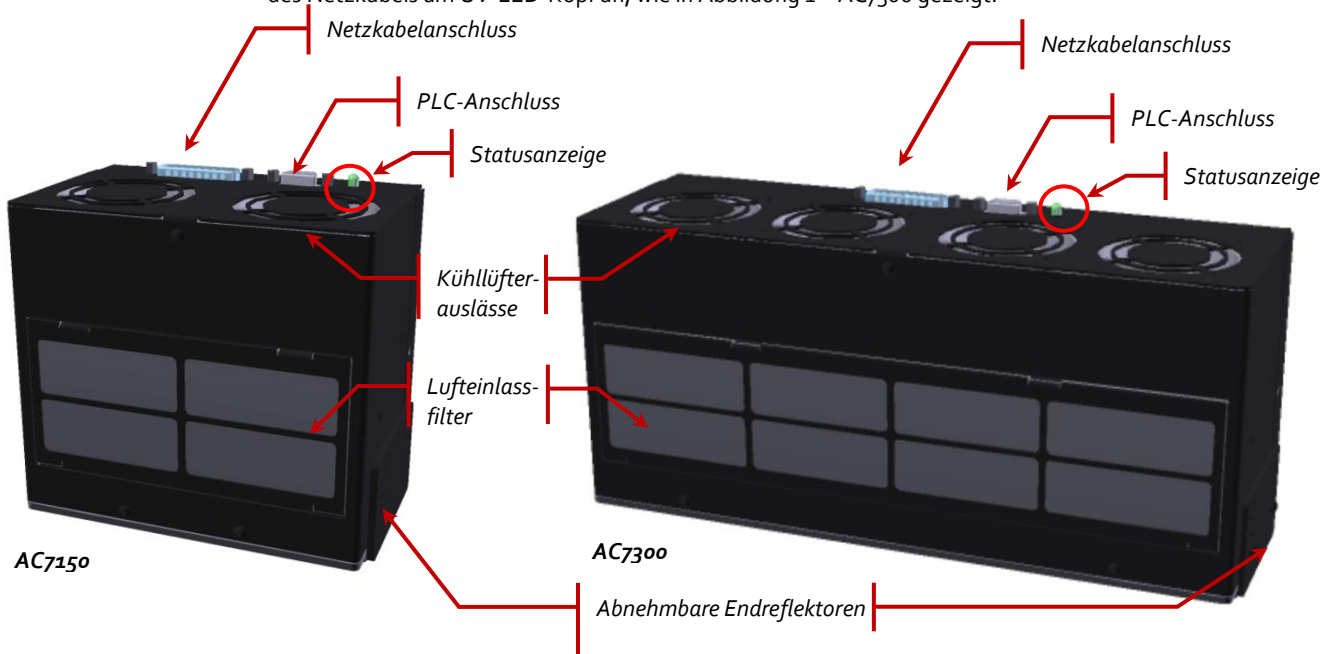

Abbildung 1 Anschlüsse UV-LED-Kopf (zusätzliche Merkmale hervorgehoben)
| Abbildung 1 | Anschlüsse UV-LED-Kopf (zusätzliche Merkmale hervorgehoben)..... | 6  |
3. Befestigen Sie den Stecker des Netzkabels an der Stromversorgung und schließen Sie die Muffe des Netzkabels am UV-LED-Kopf an, wie in Abbildung 1 – AC7300 gezeigt.
6. Stecken Sie den Stecker des SPS-Kabels in den UV-LED-Kopf (siehe Abbildung 1).
Zur Verbesserung der longitudinalen Homogenität an den Enden der UV-Lichtlinie sind die Produkte der AC7-Serie mit verstellbaren Endreflektoren ausgestattet (siehe Abbildung 1). Diese Reflektoren können in 10 mm-Stufen gesenkt werden und vollständig ausgefahren auf 30mm ca. 15 mm zusätzlichen Arbeitsabstand bieten. Außerdem können sie dem Bediener als zusätzlicher UV-Schutz dienen.